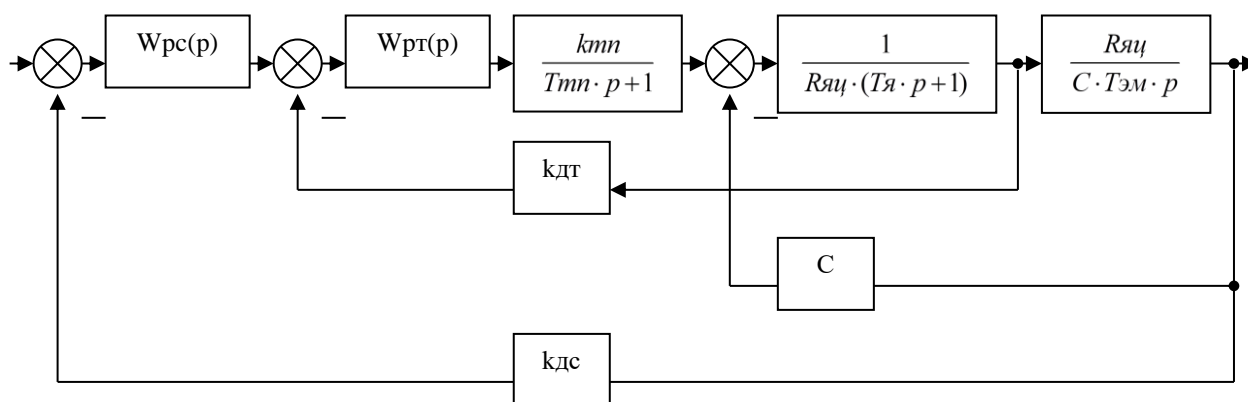

Рисунок 12 – Структурная схема системы подчиненного регулирования тиристорный преобразователь-двигатель
1. Настроить заданную систему автоматического управления (рисунок 12) на модульный или симметричный оптимум, согласно варианту задания (таблица 1, столбец 2). Номер варианта задания на РГР определяет преподаватель.